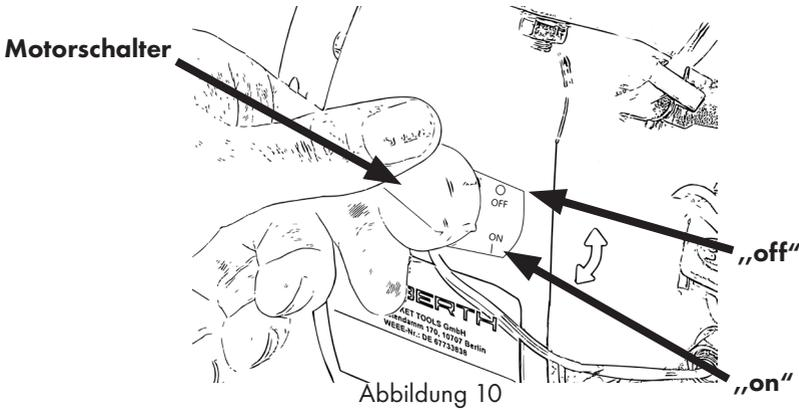

Abbildung 10
2. Drehen Sie den Motorschalter in „ON“ Position. (Abb. 10)